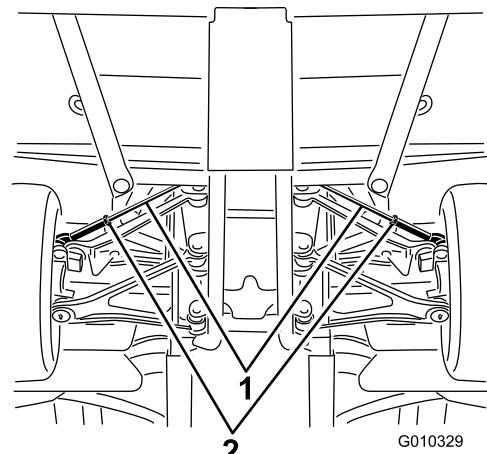

Figura 61
- A. Allentate il controdado al centro del tirante (Figura 61).